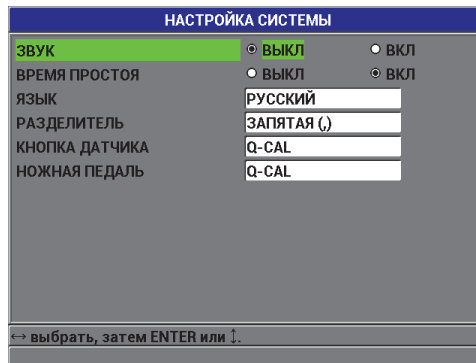

Рис. 3-1 Экран **НАСТРОЙКА СИСТЕМЫ**
3. В окне **НАСТРОЙКА СИСТЕМЫ** (см. Рис. 3-1 на стр. 56):